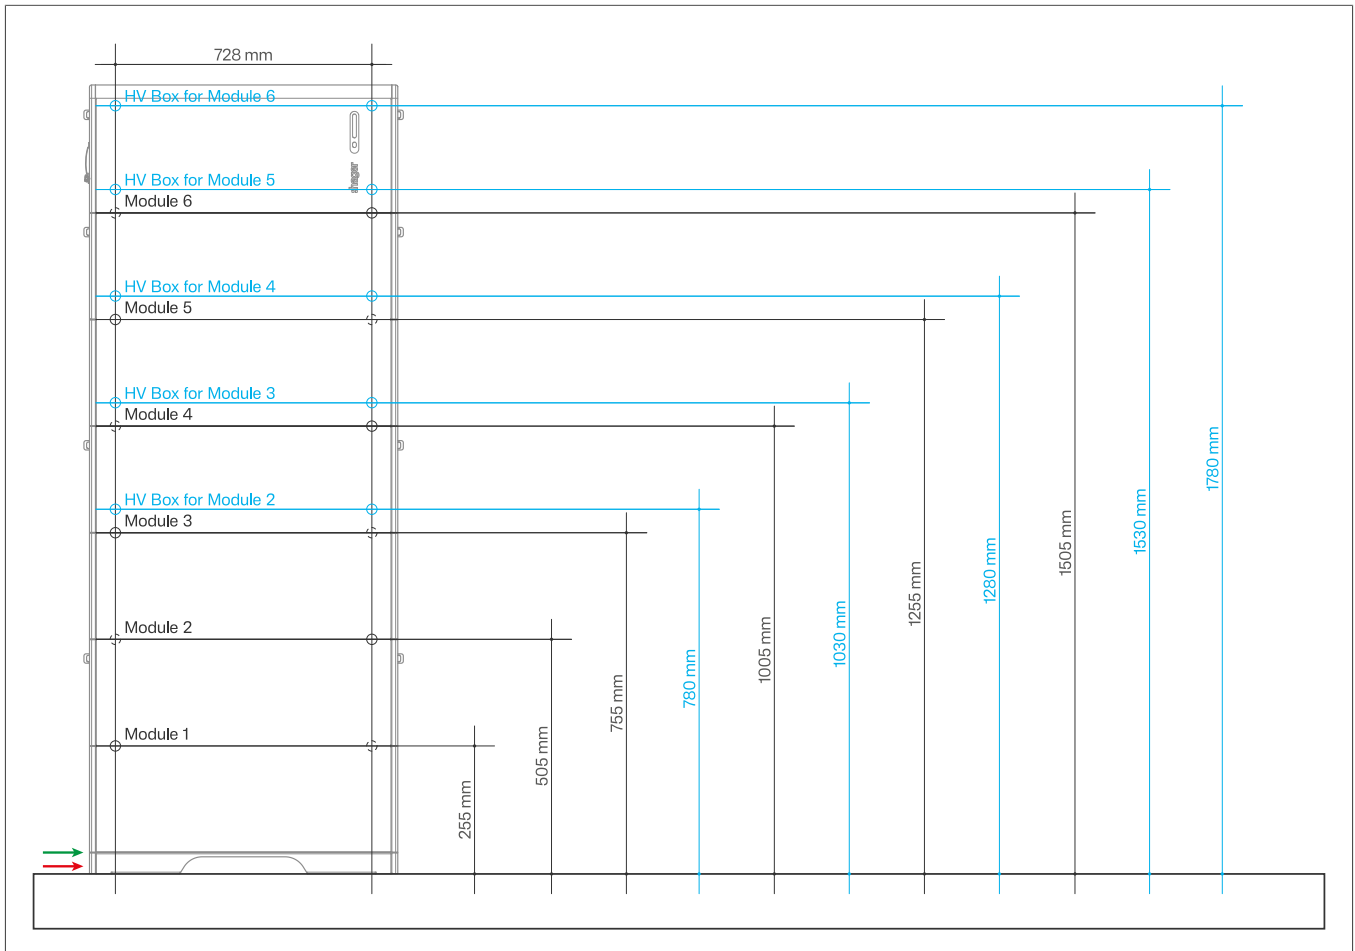

Bild 17: Maßbild der mitgelieferten Bohrschablone (Abbildung ähnlich)
Die Bohrschablone ist richtig ausgerichtet, wenn die untere Linie (grüner Pfeil in Bild 17) der Bohrschablone bündig mit der Oberkante der Grundplatte ist.
- 2 Das doppelseitige Klebeband von der mitgelieferten Bohrschablone entfernen und an die Wand kleben. Alternativ können auch die Maße aus Bild 17 auf die Wand übertragen werden.